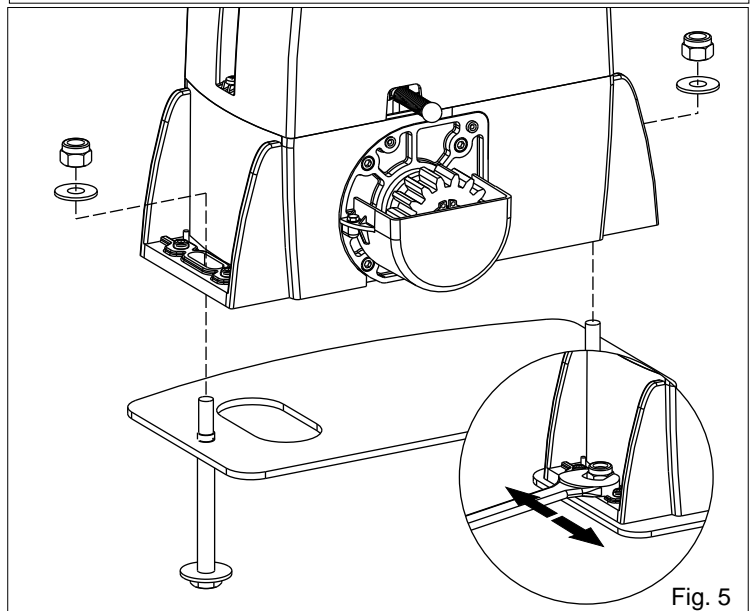

Fig. 5
4.2. Fissare il motoriduttore alla piastra di fondazione mediante i 2 dadi in dotazione regolandone la posizione laterale (Fig. 5) per il rispetto delle quote citate in (Fig. 2).